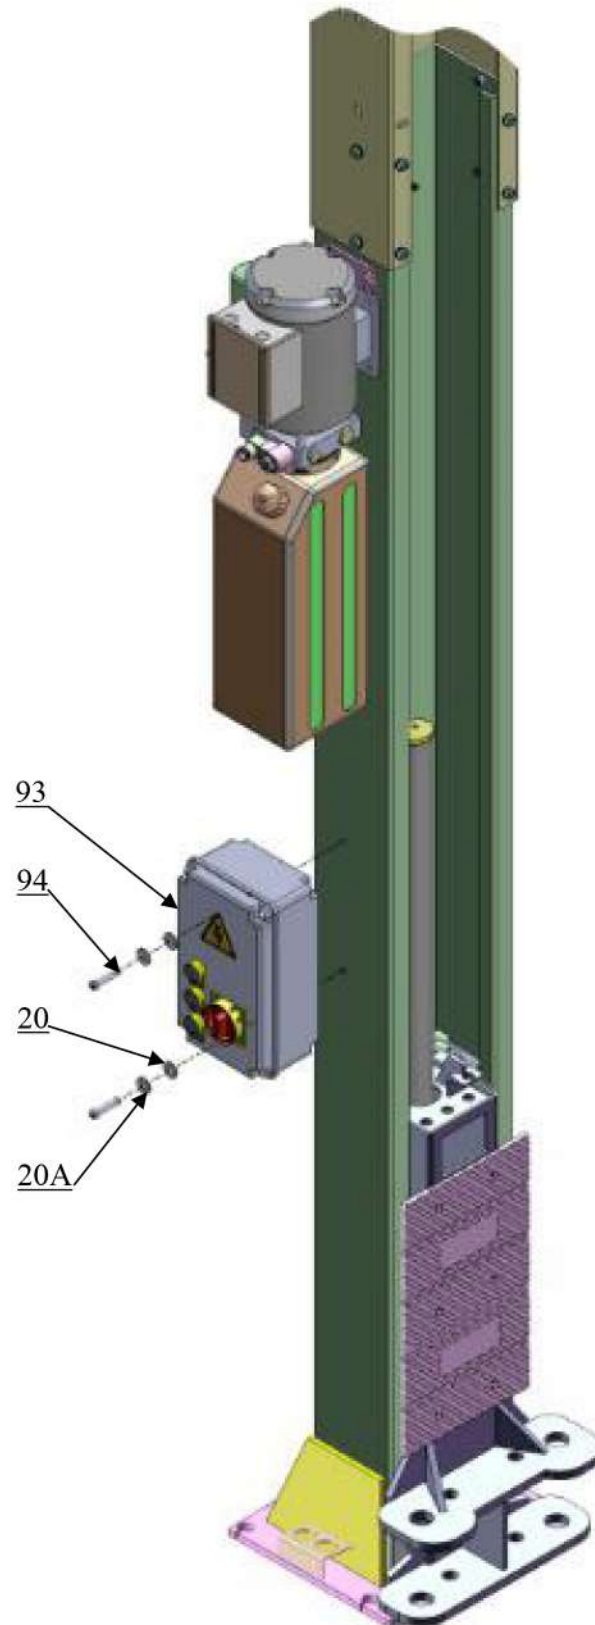

Fig. 30
N. Instalar a caixa de controle (Ver Fig. 30)